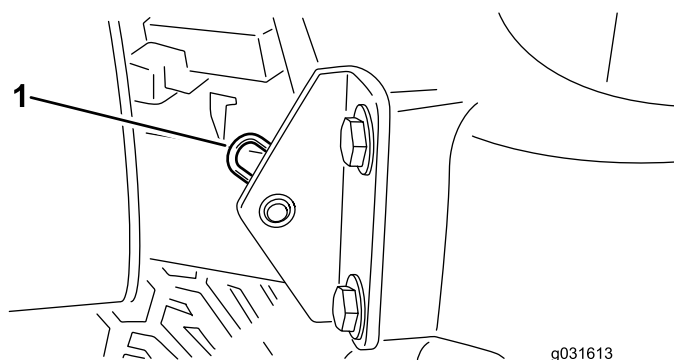

Рисунок 34
2. Снимите шплинт крепления оси поворота капота к монтажным кронштейнам (Рисунок 34).